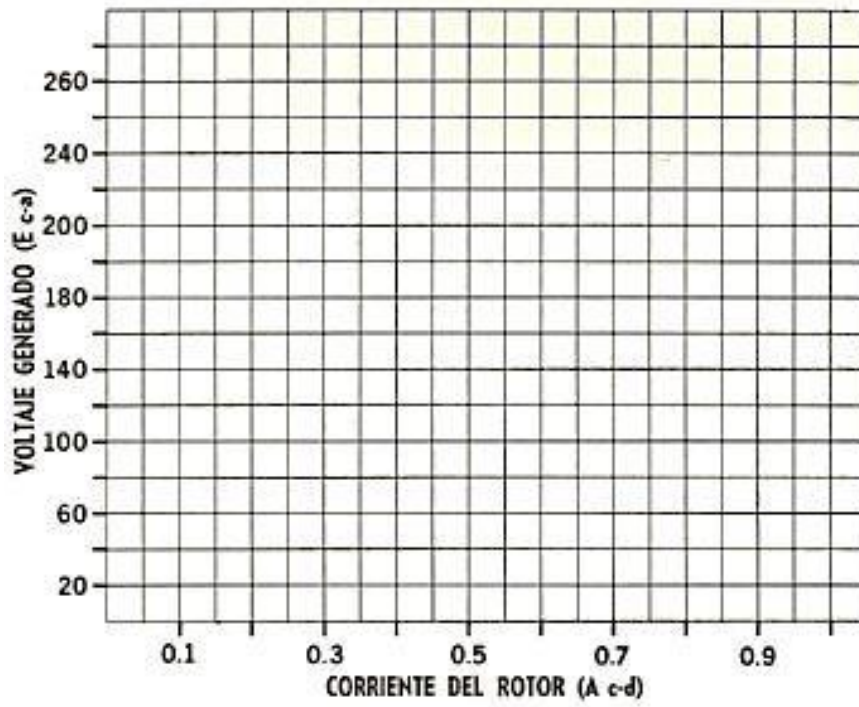

Figura 3
1. a) En la gráfica de la de la figura 3, marque los valores promedio de voltaje en